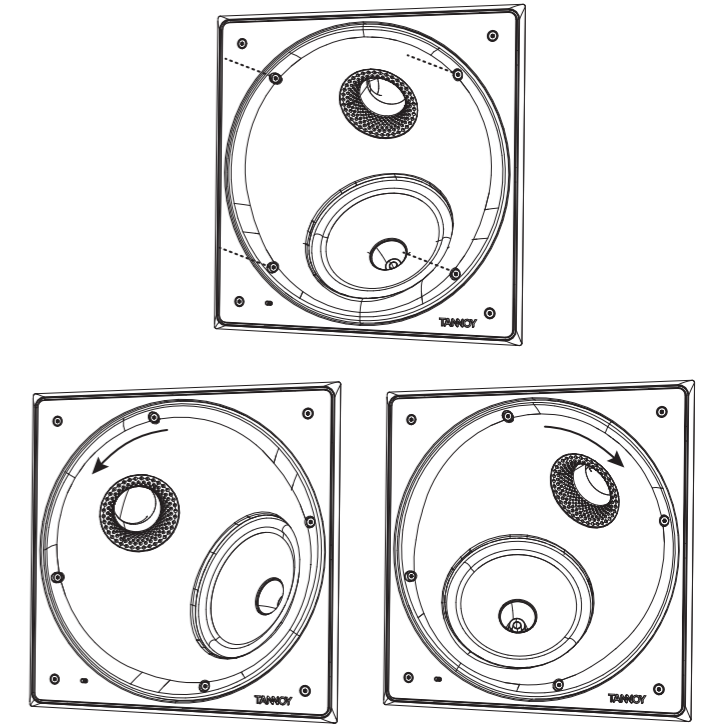

Fig. 9. Rotating the baffle assembly
2. Lösen Sie die vier Schrauben wie gezeigt, aber gerade genug, um die Drehung in die gewünschte Position zu ermöglichen (Abb. 9).